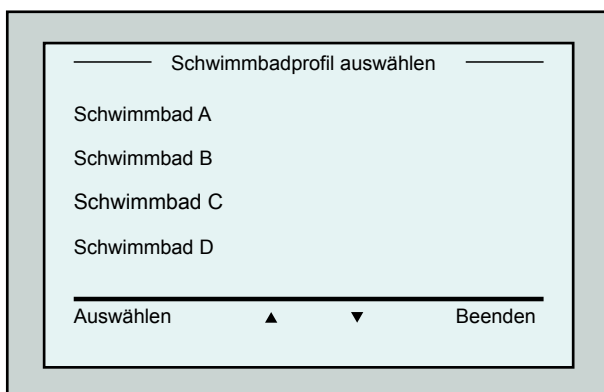

Abbildung 9: Schwimmbadprofil-Bildschirm
2. Drücken Sie im Wave - Bildschirm auf **Schwimmbadtyp A**. Daraufhin öffnet sich der Bildschirm *Schwimmbadprofil* (Abbildung 9).